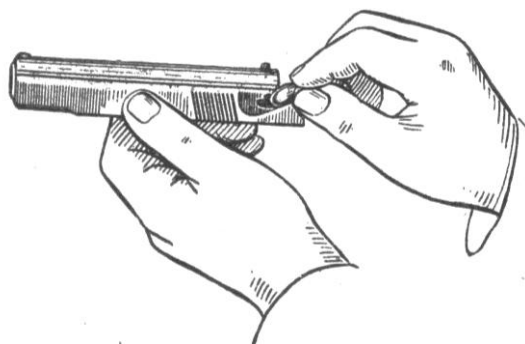

Рис.3.11. Отделение предохранителя от затвора
7. Отделить предохранитель и ударник от затвора. Взяв затвор в левую руку, большим пальцем правой руки повернуть флажок предохранителя вверх (см. рис. 3.11), затем, указательным и большим пальцами правой руки отвести флажок от гнезда несколько в сторону, повернуть дальше назад и вынуть из гнезда затвора.